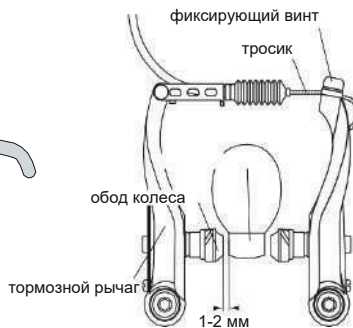

рис.28
2. Закрутите до упора регулировочный винт на тормозной ручке и выкрутите на два оборота (рис. 27). Зафиксируйте трос на тормозном рычаге таким образом, чтобы расстояние между колодками и ободом составляло 1-2 мм (5 н/м) (рис. 28).